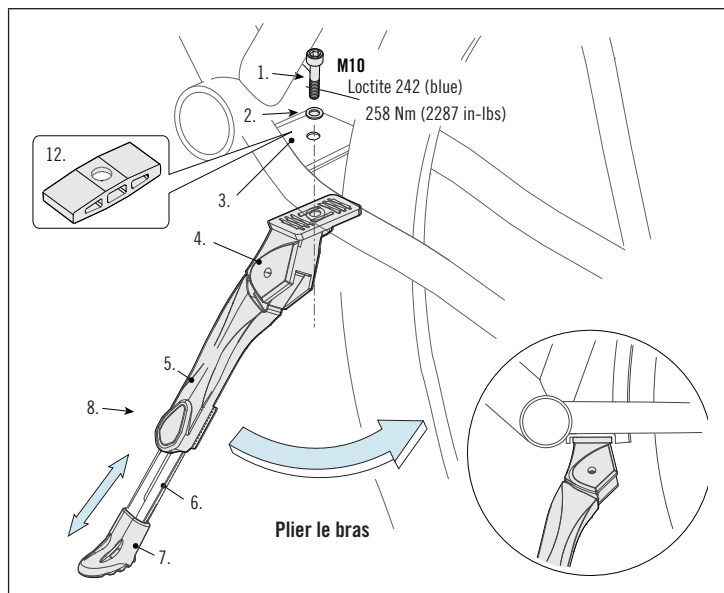

Figure 2.
**Installation et Réglage :** (Figure 2.) Installez la béquille sur le support de fixation centrale (3) du cadre ou utilisez l'adaptateur\* (12). Appliquez un produit frein-filet de force moyenne sur le filetage du boulon (1). Insérez l'ensemble formé par le boulon et la rondelle (2) dans le support et vissez sur la béquille (4). Serrez le boulon au couple de serrage spécifié. La longueur du bras (5) de la béquille est réglable. Pour ce faire, desserrez la vis de réglage (8) à l'aide d'un tournevis cruciforme, puis réglez la longueur du bras (6) de sorte que le pied (7) touche le sol. Une fois terminé, resserrez fermement la vis de réglage (8).